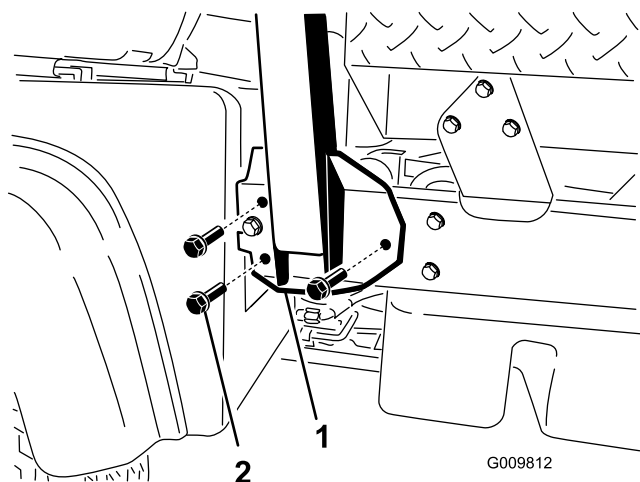

Figura 4
1. Alinhe cada lado do ROPS com os orifícios de montagem no chassi que se encontram em cada um dos lados do veículo como se mostra na Figura 4.